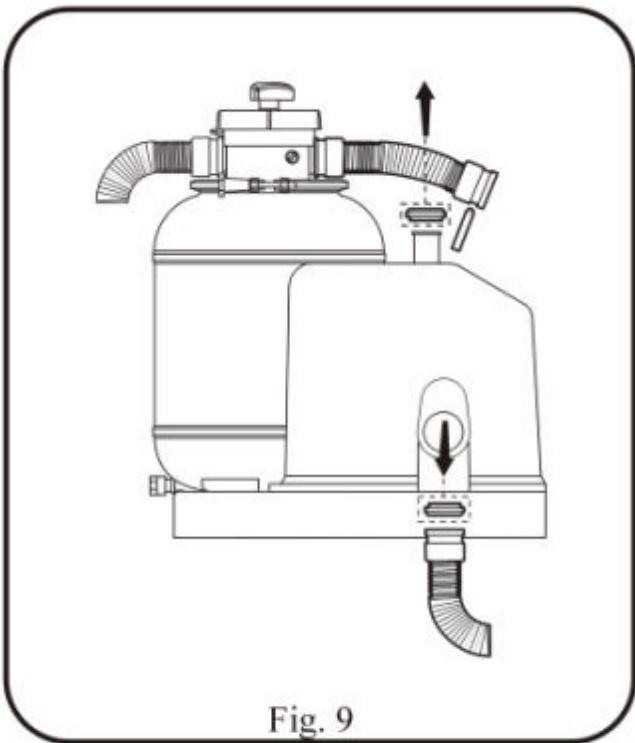

Fig. 9
- ? Desligue a mangueira que vai da bomba ao filtro, afrouxando a braçadeira, e retire a tampa de protecção (Fig.9).